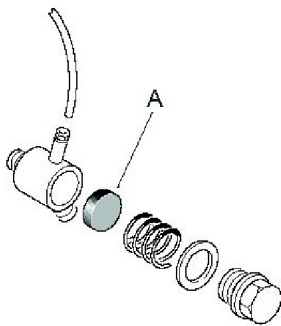

Abb. 9: Dichtelement im Rückschlagventil
Schritt 3: Kontrollieren Sie das Rückschlagventil und tauschen Sie gegebenenfalls das Dichtelement (A, Abb. 9) aus.